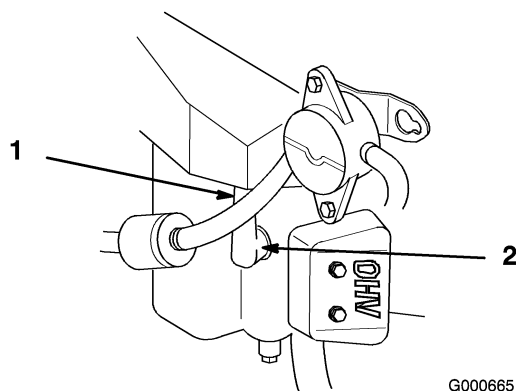

Figura 36
3. Togliete il cappellotto dalla candela (o candele) (Figura 36). Pulite l'area intorno alla candela (o candele) per evitare che la morchia penetri nel motore e lo danneggi.
3. Montate il cappellotto sulla candela (o candele) (Figura 36).